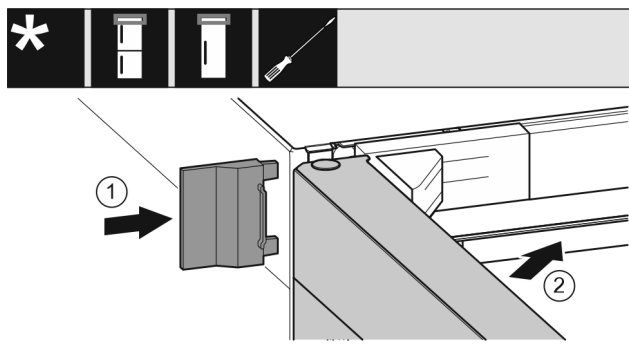

Fig. 22
- ▶ Vnější kryt Fig. 22 (1) nasuňte.
- ▶ Zavřete horní dveře Fig. 22 (2).